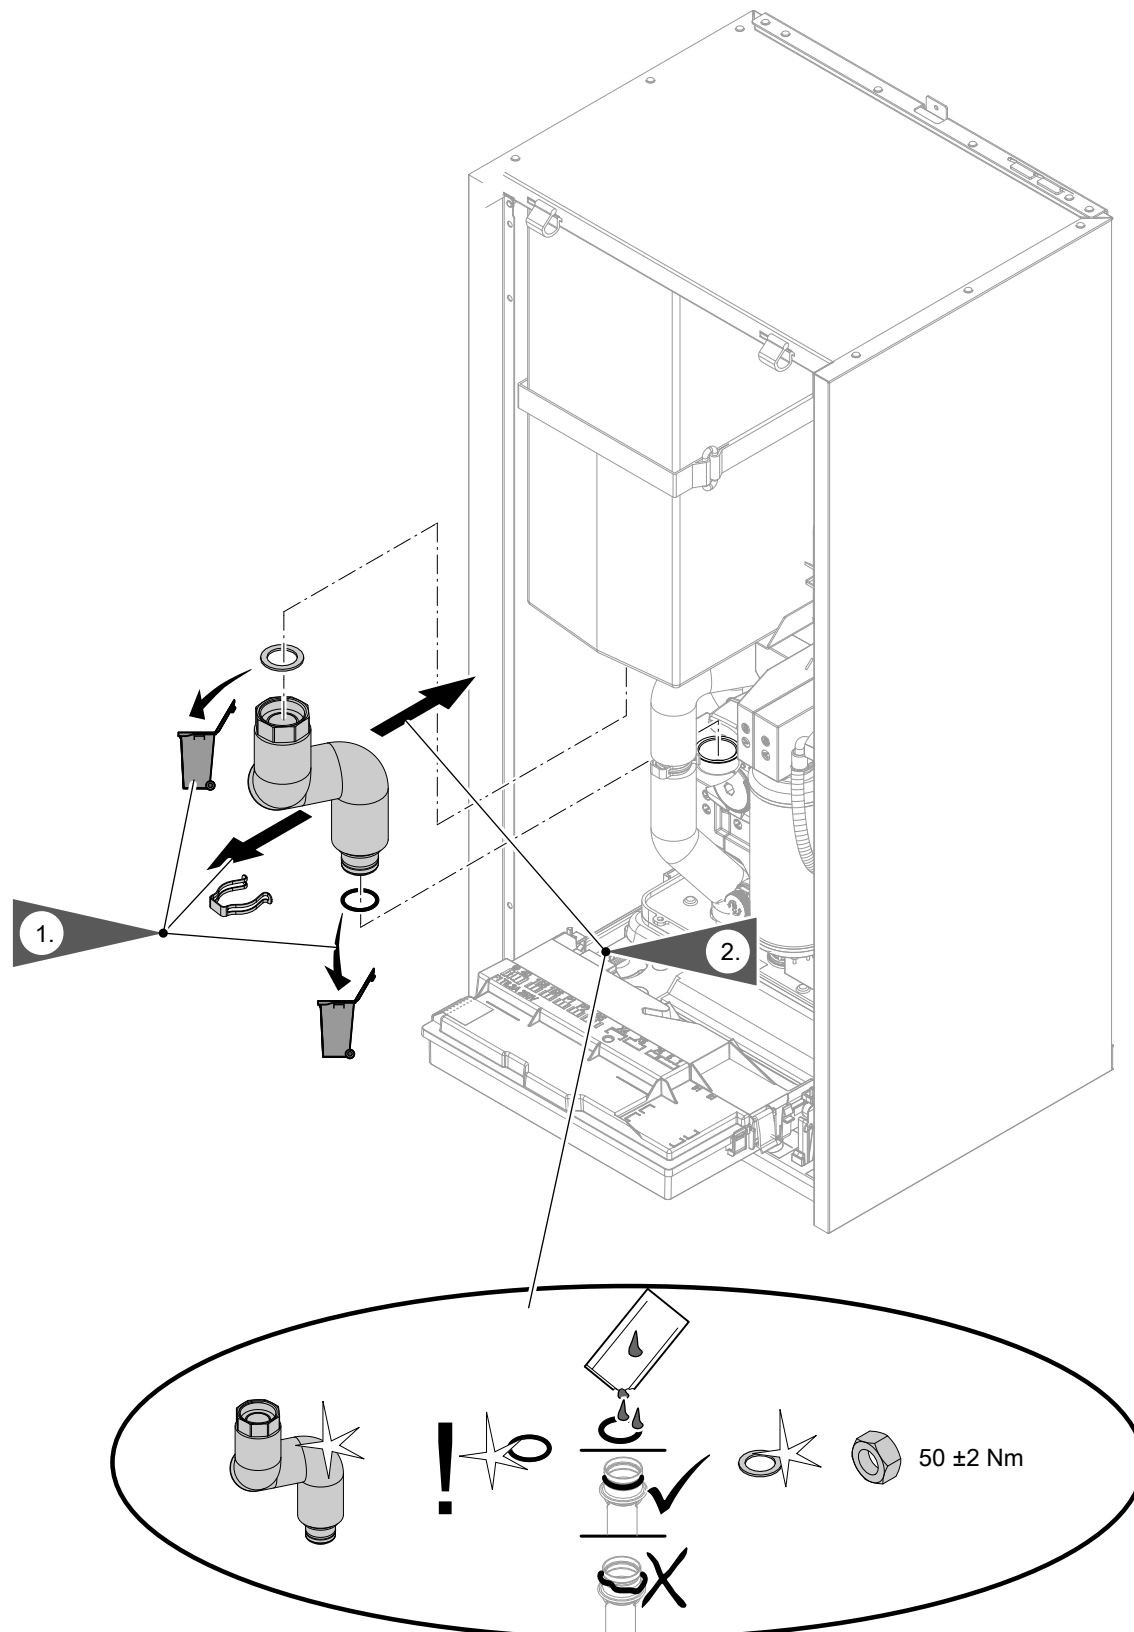
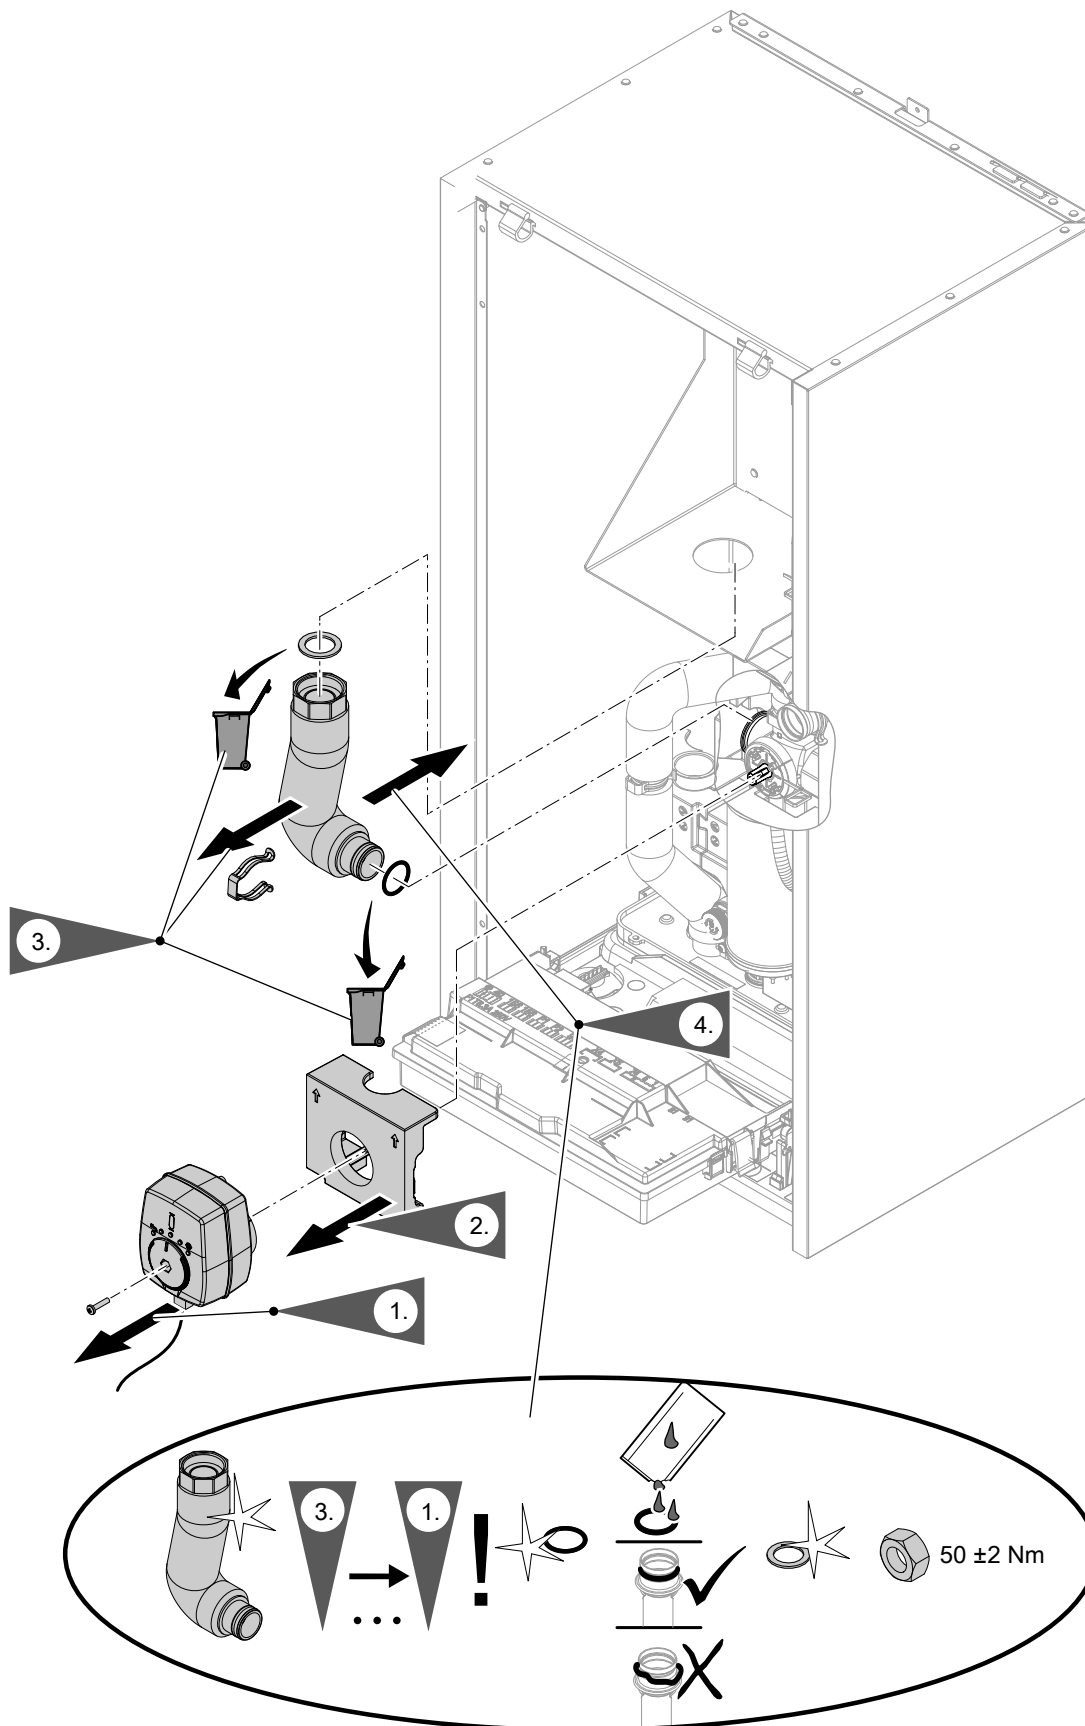

Abb. 82
Abb. 83
- Hydraulische Leitungen: Siehe Abb. 82 bis Abb. 83.